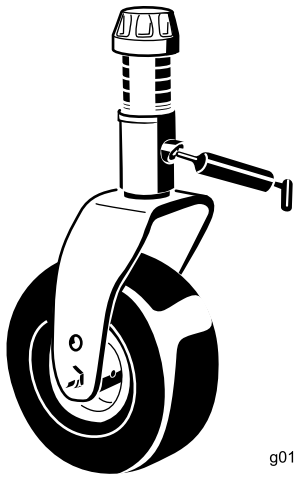

Figura 72
- Casquillo del eje de la horquilla de la rueda giratoria (1) (Figura 72)
- Casquillo del pivote del brazo tensor — situado en el brazo tensor (1)